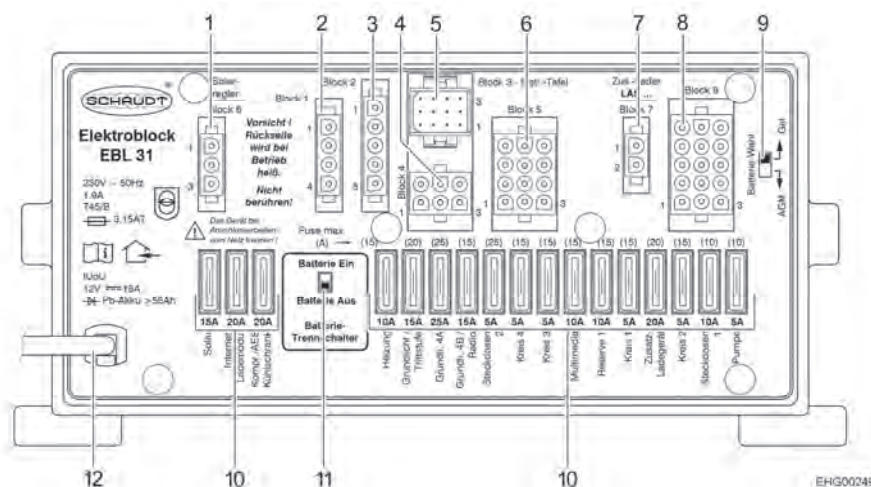

Fig. 100 Bloque eléctrico (EBL 31)
- ▷ Para desconectar todos los consumidores eléctricos de 12 V de la alimentación de corriente y prevenir una descarga de la batería del habitáculo, ajustar el separador de batería (Fig. 100,11) en el bloque eléctrico en "Batterie Aus" (batería Off).
- ▷ Los consumidores, como el propio bloque eléctrico, el panel, la calefacción, el regulador de carga solar (si está presente) y otros aparatos, consumen una pequeña cantidad de corriente standby y, por tanto, descargarán la batería del habitáculo con el tiempo. Por ello, situar el separador de batería (Fig. 100,11) en el bloque eléctrico en "Batterie Aus" (batería Off), cuando el vehículo no se utilice durante un tiempo prolongado.